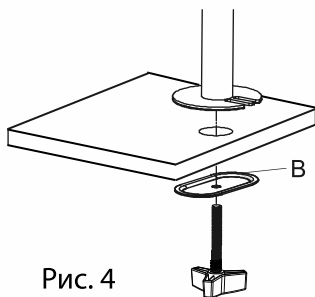

Рис. 4
4. Расположите стойку (а) над просверленным отверстием, приложите с обратной стороны вспомогательную пластину (В) на нижней стороне рабочей поверхности. Закрепите кронштейн винтом струбцины, поворачивая ручку-барашек (рис.4).